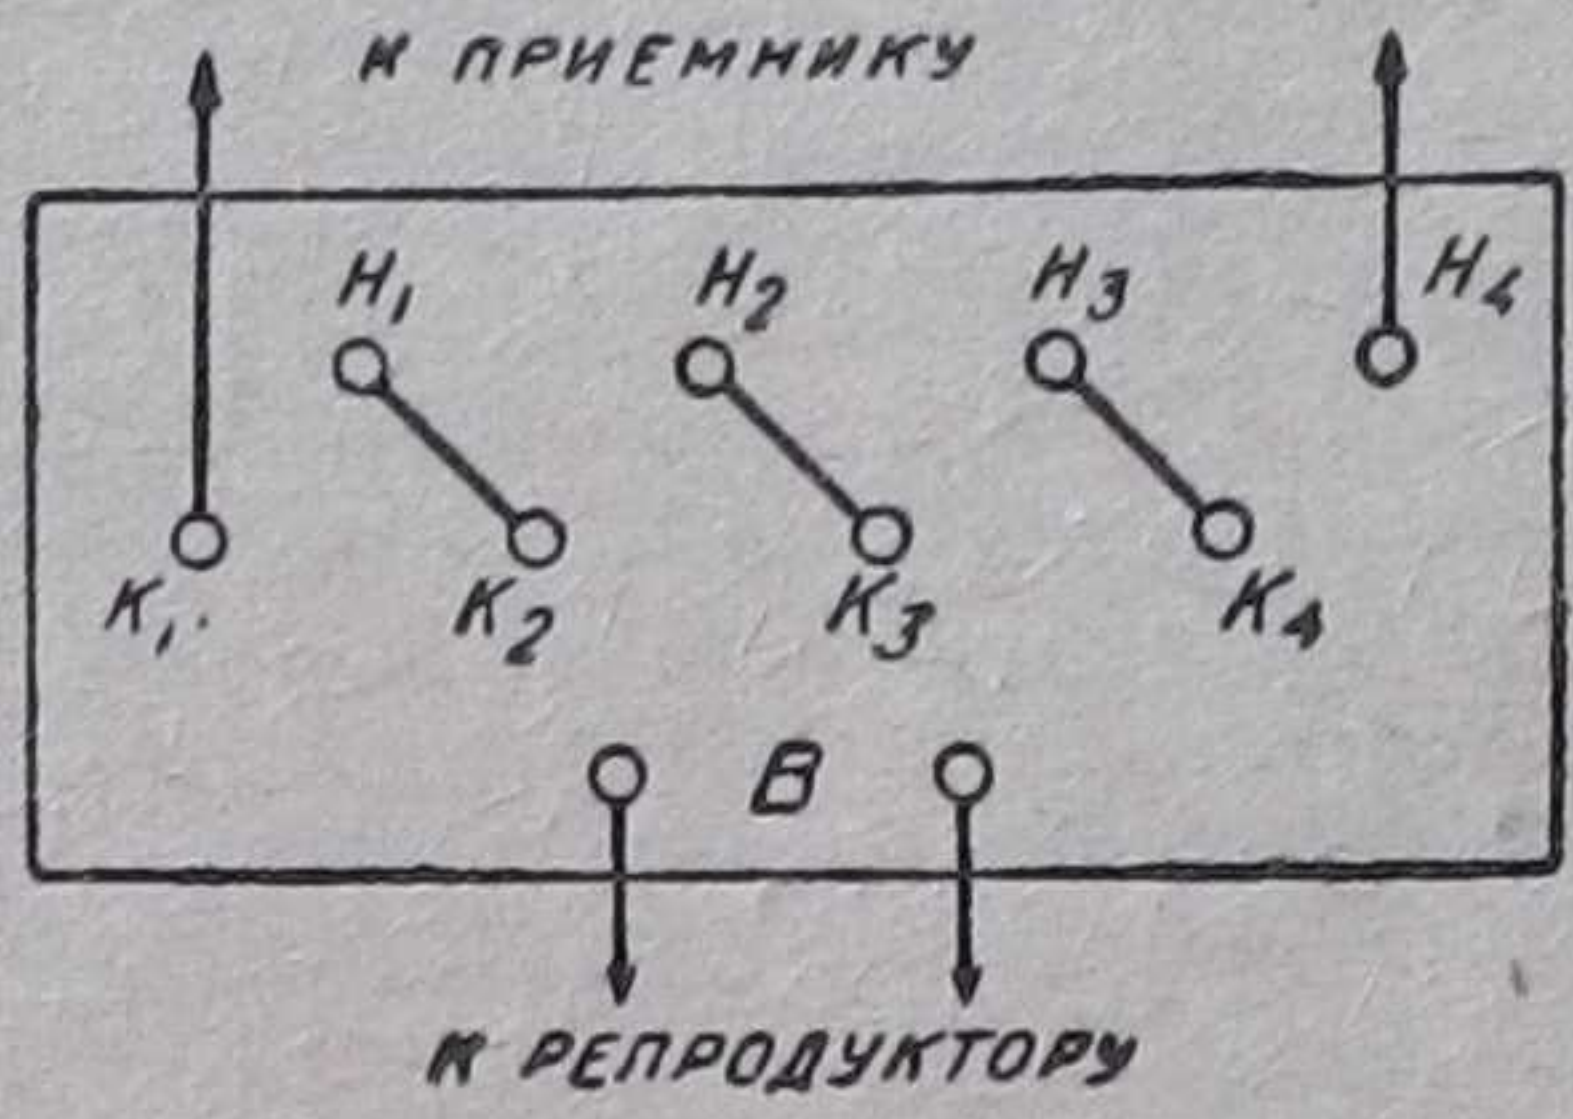

Рис. 1
Рис. 1. Принципиальная схема коммутатора радиозонда. I — рычажная система, соединяющая перо с прибором давления. II — рычажная система, соединяющая перо с прибором температуры
Для установки контактного винта я взял металлическую полоску длиной в 25 мм и не шире 8 мм и высверлил в ней три отверстия для контактного винта, клеммы и скрепляющего винта. Над отверстием для контактного винта напаял гаечку 12, в которую ввернул контактный винт 6 длиной в 3—4 см. Затем в корпусе 14 репродуктора против выступа якорька просверлил отверстие диаметром 6 мм для контактного винта и рядом еще два таких же отверстия, соответственно отверстиям в пластинке. На конце винта я напаял кусочек серебра, затем этот конец (осторожно, чтобы не сорвать напаянного серебра) я заточил под конус. Изолировав прокладками 9 из картона металлическую полоску 7 и винты от корпуса репродуктора, привернул полоску к корпусу двумя контактами (можно болтиками). Крайний болтик выпустил концом наружу, на него наверхнул клемму 8 для присоединения к ключу. Одну клемму обмотки катушек я закоротил на механизм репродуктора, вынув изолирующую прокладку. Затем установив контактный винт и проверив надежность изолировки его от корпуса, я собрал механизм, предварительно подогнув припаянную полоску к вибратору согласно рис. 1. Напаянная серебряная пластинка своей серединой должна касаться контактного винта — это достигается пригибанием припаянной полоски. Дальше при помощи регулировочного винта я установил вибратор между
**Ответ.** Первичная обмотка выходного трансформатора динамика Тульского завода секционирована. Цель секционирования — дать возможность при включении динамика на работу в той или иной приемник подобрать наиболее подходящую комбинацию секций первичной обмотки для того или иного напряжения, имеющегося на выходе приемника. На рис. 1, 2, 3 и 4 приведены такие комбинации. Подбор производится опытным путем.